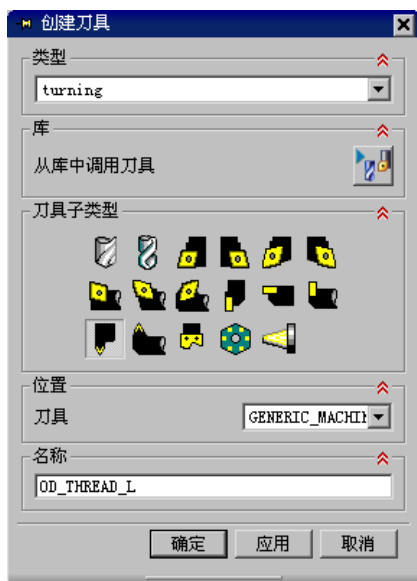

图 7.5.2 “创建刀具”对话框
Step2. 在图 7.5.2 所示的“创建刀具”对话框 **类型** 下拉列表中选择 **turning** 选项，在 **刀具子类型** 区域中单击“OD_THREAD_L”按钮 ，单击 **确定** 按钮，系统弹出“螺纹刀-标准”对话框。